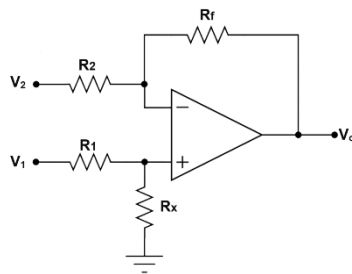

Figura 2
1. Arma el circuito restador como se muestra en la figura 2: